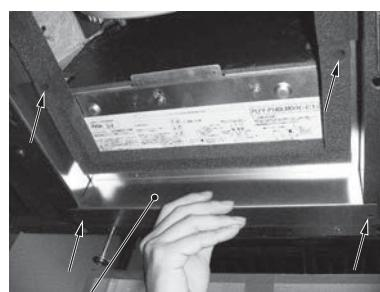

図12
- 1.昇降キットメンテナンスカバーの取付ネジ：4本を取り外し、メンテナンスカバーを取り外してください。(図12)